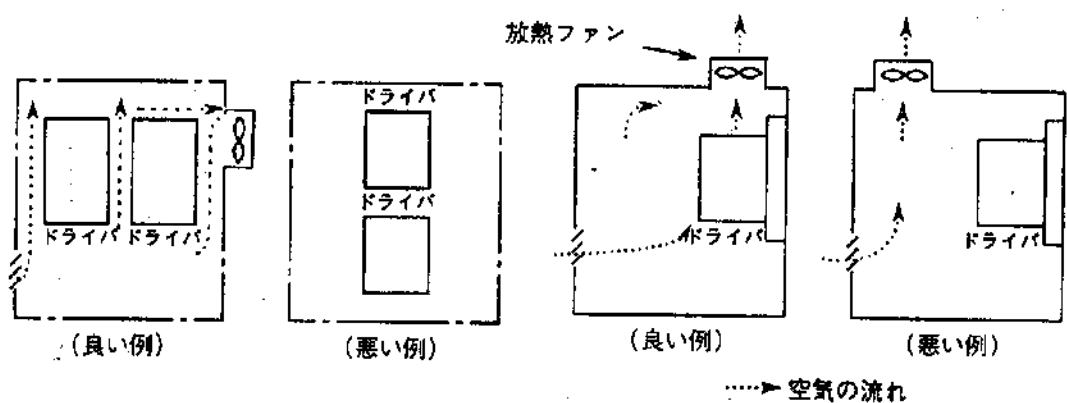

図3-4 冷却に対する考慮
(5)盤内に収納する場合、複数台のドライバを収納するときや、盤内換気用ファンを取付ける場合、換気ファンの取付位置が悪いとドライバの周囲温度が上昇したり換気効果の低減をおこしますので十分な注意をしてください。(図3-4)